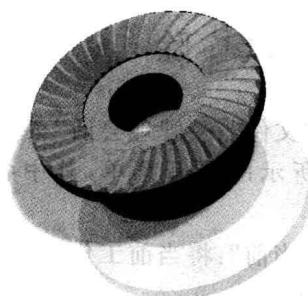

图 1-13 “带反射着色”显示
- ② “带反射着色”：模型实体着色，并带有实体投影以及镜面反射，如图 1-13 所示。